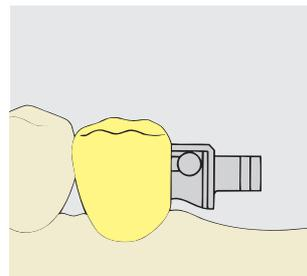

Fig. 5
Die Matrize kann zur Anpassung an das Profil der Gingiva basal um max. 1.5mm gekürzt werden. Dabei muss die Matrize auf der Kugel aufliegen (A), um die individuelle Anpassung des Abstands von der Gingiva (B) vorzunehmen (Fig .5).